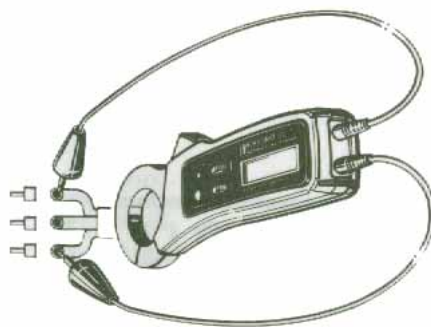

Fig. 7
(3) 将测试导线的另一端接入被测线路。读取显示读数。(图 7)